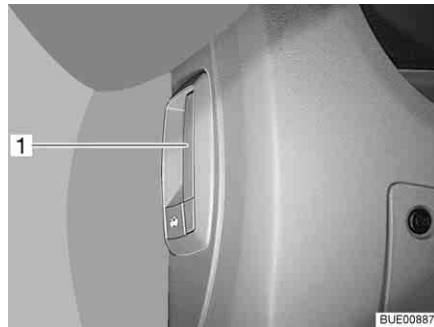

Fig. 40 Leva di sbloccaggio cofano motore (nel veicolo)
- Tirare la levetta (Fig. 40,1) situata sotto a sinistra o di lato accanto al cruscotto.